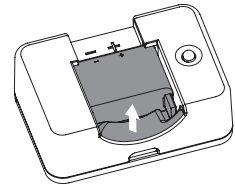

Abbildung 9
5. Entfernen Sie den Pumpenakku, wie in Abbildung 9 dargestellt: Heben Sie den Akku aus der Vertiefung des Ladegerätes.